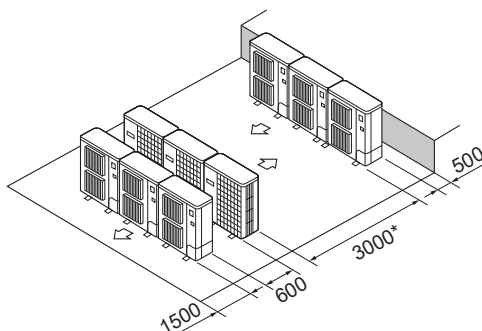

Fig. 2-14
- ⑥ Disposition pour plusieurs appareils parallèles (Fig. 2-14)